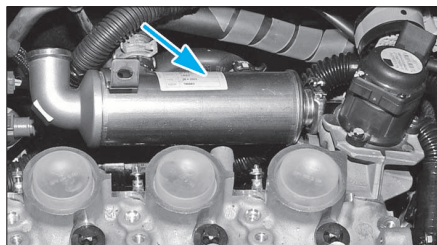

FIG. 58
- Dégager de la soupape EGR, son refroidisseur (Fig.58).